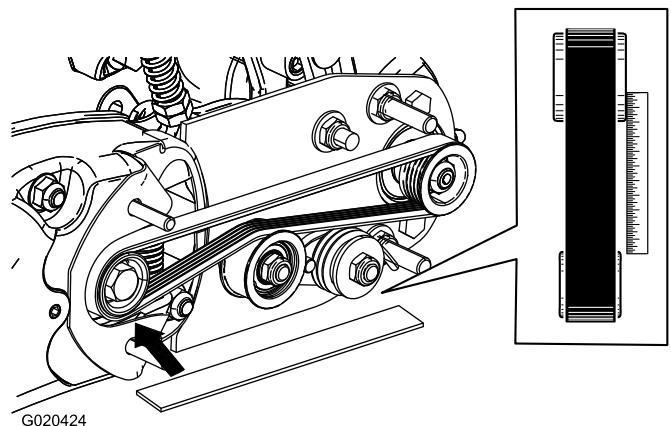

図 13
- A. 駆動プーリの外側面に直定規を当てる図 13。駆動プーリと受動プーリの両方に直定規を当てないこと。